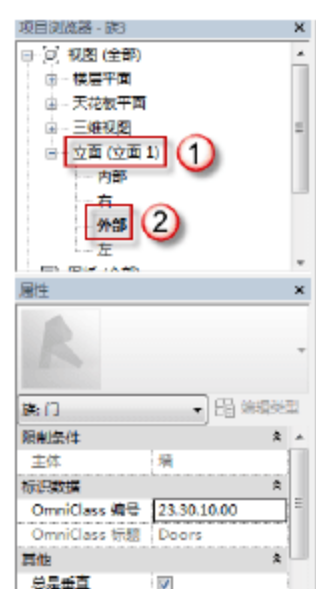

图 6.3.45 MC2934 的外部立面视图
(6) 选择“项目浏览器”中的“立面(立面 1)”→“外部”选项,可以进入 MC2934 的外部立面视图,如图 6.3.45 所示,并删除“门的开启方向”符号线。